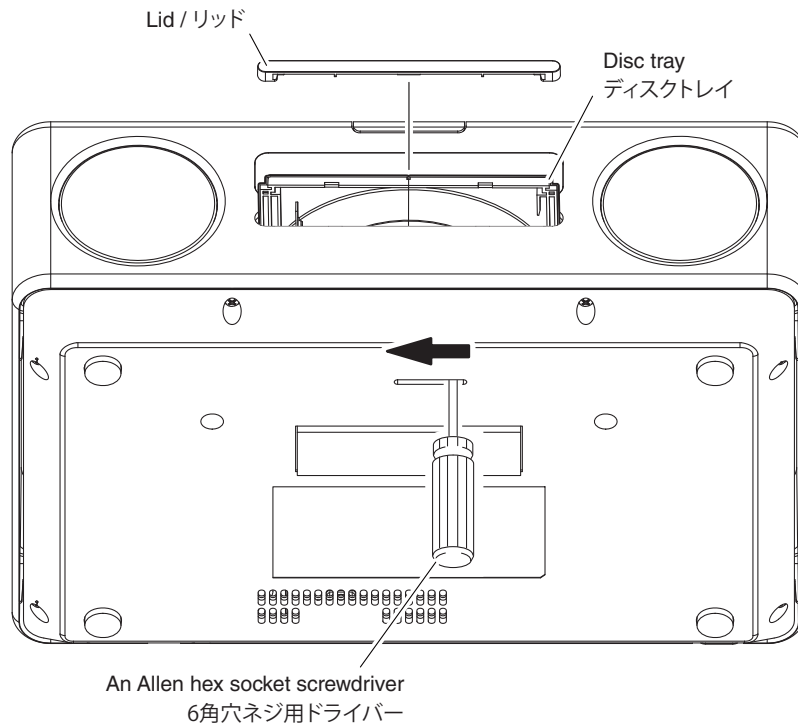

Fig. 1
- a. Using an Allen hex socket screwdriver (2.5 mm), move the slider in the direction indicated in the figure below until the disc tray comes out. (Fig. 1)
- a. 六角穴ネジ用ドライバー（2.5 mm）で、スライダを図に示す矢印の方向に、ディスクトレイが出てくるまで、動かします。（Fig. 1）
- Open the disc tray, remove the lid and close the disc tray. (Fig. 1)
- ディスクトレイを開き、リッドを外し、ディスクトレイを閉じます。(Fig. 1)